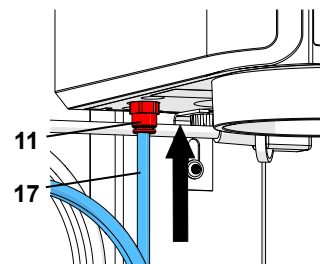

Abb. 5-a
**Bei früheren Geräten ist der EingangsfILTER (12) außerhalb des Geräts angeordnet (Abb. 5-b). In diesen Fällen den Druckluftschlauch (17) in den in EingangsfILTER (12) einschieben. Dabei ist ein leichter Widerstand spürbar zu überwinden.**